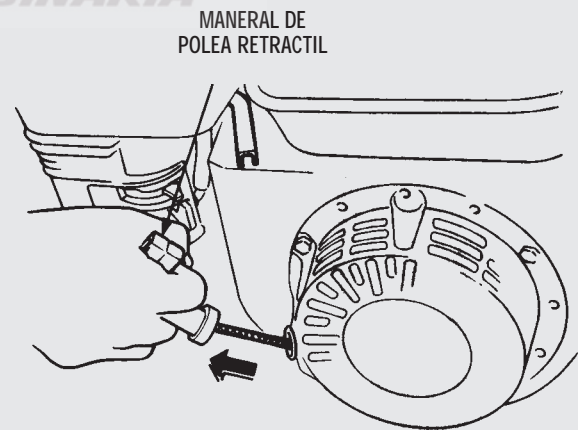

Figura 9. Polea retractil .
6. Tome el maneral de la polea retractil (figura 9) y suavemente jale hacia afuera hasta encontrar un punto donde la resistencia es más fuerte (un tope), jale el maneral repentinamente y a la vez suavemente para arrancar el motor.